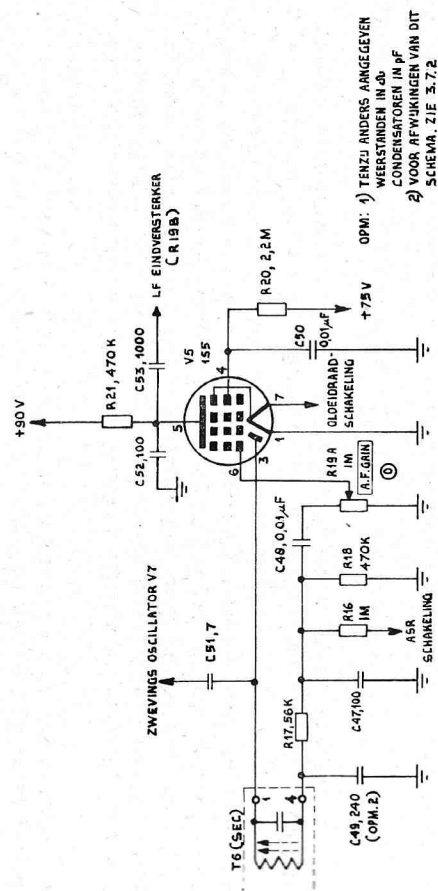

Fig. 22. Detector en LF voorversterker
3.2.2.7 Detector en LF voorversterker V5 (zie fig. 22).